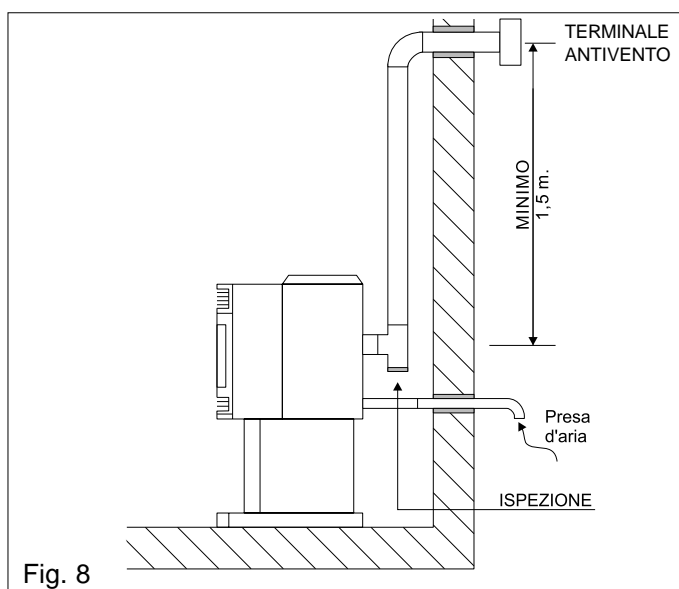

Fig. 8
- Lo scarico dei fumi raffigurata nella sezione Fig. 8 è la soluzione richiesta per assicurare lo smaltimento dei fumi anche con ventilatore spento.